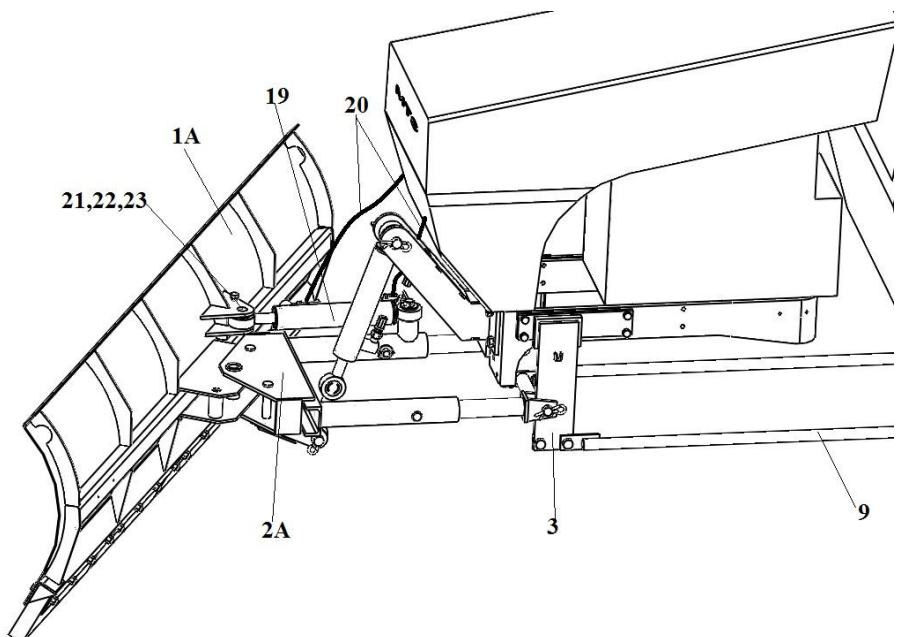

Рис.4 КО320-2,0.ГП с гидроповоротом
- 2.4.3 Поворот плужного отвала КО320.ГП осуществляется с помощью гидроцилиндра поворота рис. 4 (19)
2.8.10 Для отвала с гидроповоротом (рис.4) полости гидроцилиндра поворота соединить с гидросистемой трактора при помощи двух РВД (20), штуцером переходным и тройником в сборе.